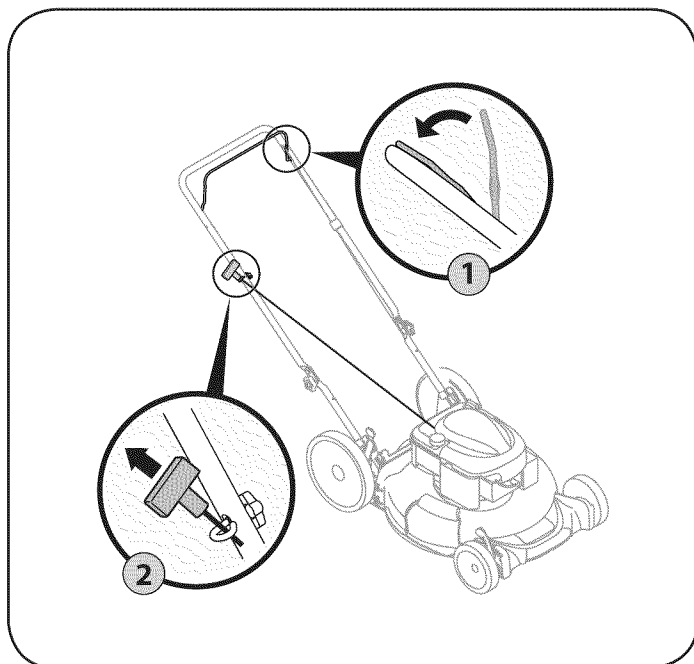

Figura 12
1. Colóquese detrás de la podadora, apriete la manija de control de la cuchilla y sosténgala contra la manija superior. Vea la Figura 12.
2. Sostenga firmemente las dos manijas juntas, tome la manija del arrancador de retroceso y tire de la cuerda para sacarla con un movimiento rápido y continuo. Vea la Figura 12. Mantenga firme la manija del arrancador, deje que la cuerda regrese lentamente al arrancador. Repita hasta que el motor esté en marcha. Deje que la cuerda se enrosque lentamente de regreso.